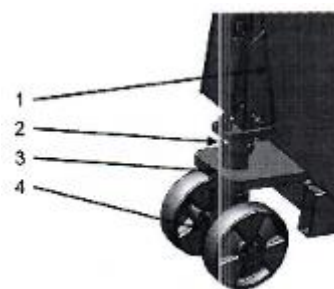

Рисунок 6.
- Соедините рукоять управления и рулевые колеса 2-мя болтами. Плотно затяните болты с обеих сторон (рисунок 6).